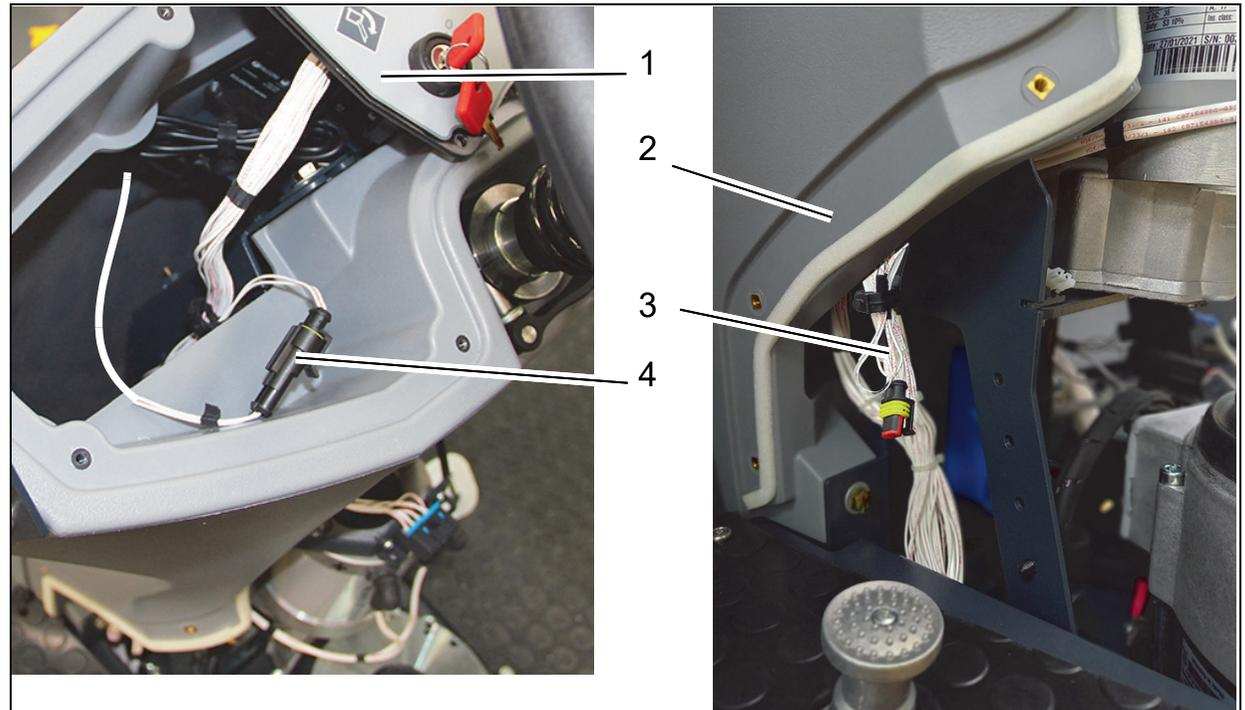

Abb. 2
1. Bedienfeld (Abb. 2/1) demontieren.
2. Motorabdeckung am Lenkturm (Abb. 2/2) demontieren.
3. Kabelschlaufen (Abb. 2/3) von Stecker E14/Kabelbaum W3 lösen.
4. Stecker E14 nach oben verlegen und mit dem Stecker XE14 vom Blue Spot verbinden (Abb. 2/4).